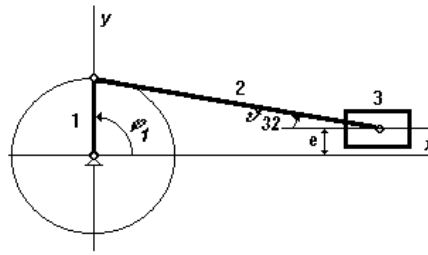

Рис. 2
1.1.2. Задавшись положительным дезаксиалом  $e \approx 0,2h$  ( $\approx 40\% l_1$ ) (рис. 2), приняв рассчитанное ранее значение  $\lambda_2$  для заданного хода ползуна  $h$  определить значение длины кривошипа  $l_1$  путем последовательного табулирования выражения